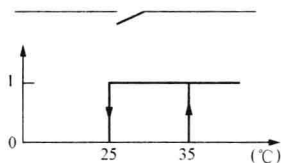

图 A-5
Lc1A5154 如图 A-5 所示二次图表示触点在温度 (C)。